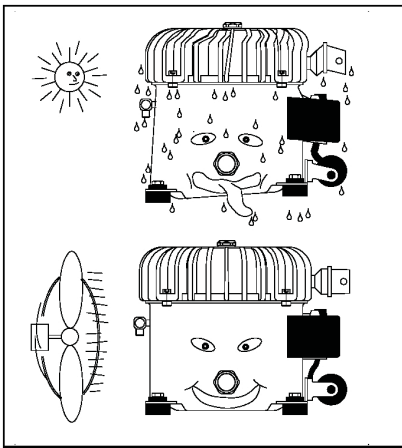

Fig. 1
- e) Den omgivende lufttemperatur er for høj. Såfremt kompressoren er installeret i et kabinet, må der sørges for tilstrækkelig ventilation (fig. 1).